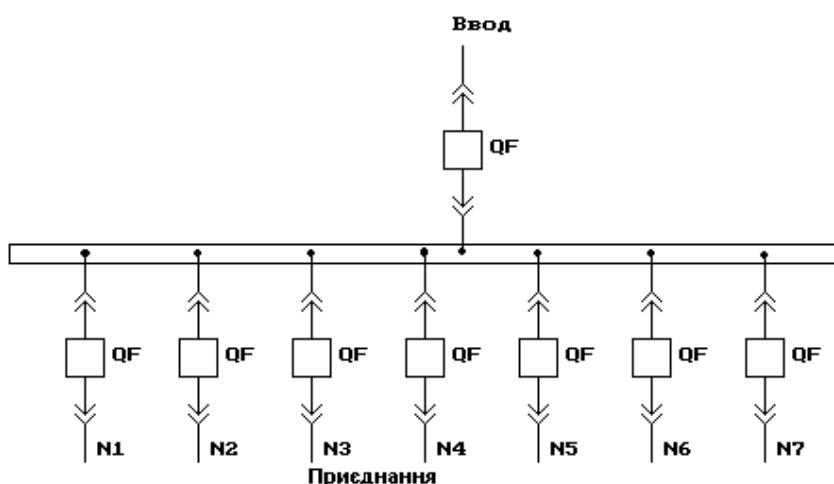

Рис. 1. Фрагмент схеми електропостачання
**Основні положення.** Для імітації роботи електроспоживачів (приєднання з вимикачами QF1 – QF7 на фрагменті схеми електропостачання, яка розглядається, рис. 1) і моделювання ГЕН використовується спеціально розроблена програма **err8.exe**. З метою забезпечення випадковості результатів зміна навантаження (споживання електроенергії) електроспоживачів моделюється програмно за допомогою генератора випадкових чисел.